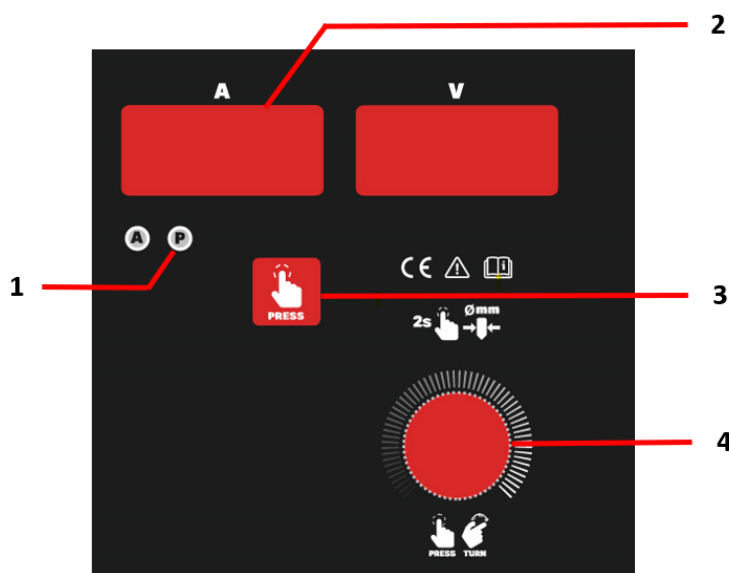

Fig. 7 – Mémoires de soudage
- ajuster vos paramètres et appuyer sur la touche (Fig.7 - 3) jusqu'à ce que la LED P (Fig.7 - 1) s'allume. Ensuite, appuyer sur le bouton de réglage des paramètres (Fig.7 - 4) 2 secondes jusqu'à ce que l'affichage numérique indique P1. Puis appuyer sur le bouton de réglage des paramètres jusqu'au numéro de programme désiré. Appuyer ensuite sur le bouton de réglage des paramètres, l'affichage numérique indique MEM.
- Appuyer sur la touche (Fig.7 - 3) jusqu'à ce que la LED P (Fig.7 - 1) s'allume. Puis tourner le bouton de réglage des paramètres (Fig.7 - 4) jusqu'au numéro de mémoire souhaité. Attendez 2 secondes et votre mémoire est disponible.